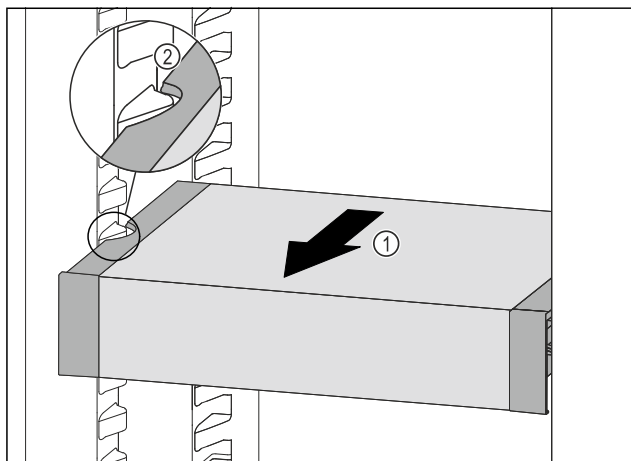

Fig. 113
- ▶ Вытягивайте VarioSafe вперед Fig. 113 (1), пока боковые выемки VarioSafe не окажутся на высоте выступа резервуара в холодильном отделении. Fig. 113 (2)